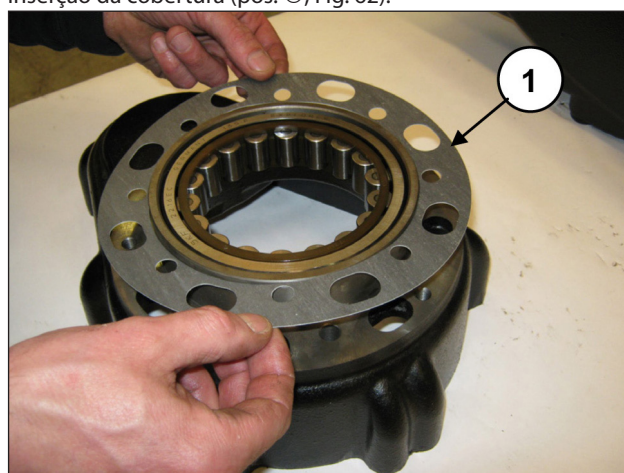
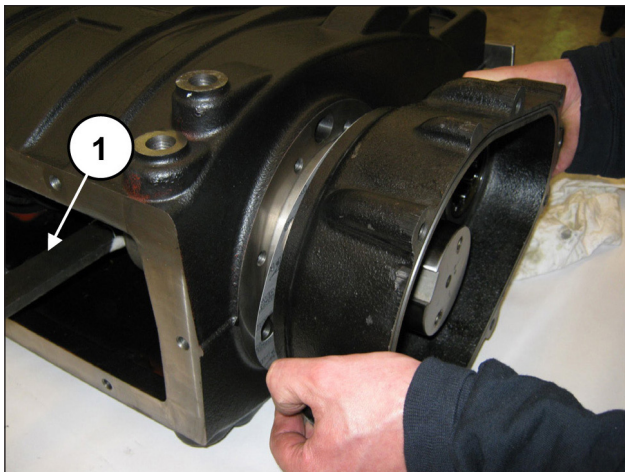

Fig. 61
Fig. 62
Do lado oposto, insira o forro lateral na caixa do redutor (pos. ①, Fig. 61) e eleve o eixo de manivela para favorecer a inserção da cobertura (pos. ①, Fig. 62).